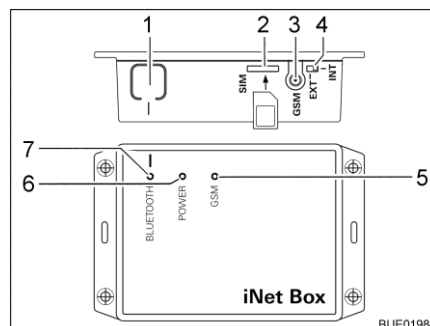

Bild 76 Truma iNet-Box
- Tryck in knappen BLUETOOTH (Bild 76,1) på iNet-Box i 1 sekund. Truma iNet-Box förblir synlig i ungefär 2 minuter i mobil terminalenheten (Namn: "Truma iNet-Box"). Under denna tidsrymden, blinkar den blå lysdioden BLUETOOTH (Bild 76,7).
- Skjut försiktigt in mini-SIM-kortet med ett telefonnummer och tillräckligt med kredit, i kortutrymmet i Truma iNet-Box, enligt beskrivningen (Bild 76,2) tills det hakar fast. Den röda lysdioden GSM (Bild 76,5) ska blinka kontinuerligt. När den röda lysdioden tänds efter 20 sekunder: Testa mini-SIM-kortet.